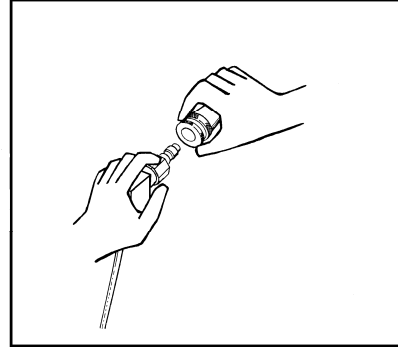

Fig.2.3
- ノズルとホースを接続する際、確実にセットしてください。正しく接続されていないと、ゴミなどが入り込み、本製品の故障の原因になります。(Fig.2.3)